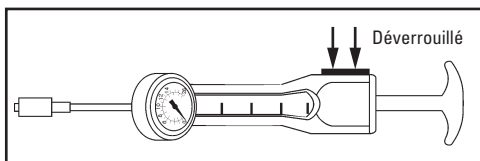

Figure 1
1. Tenir le dispositif dans une main et actionner le tenon de verrouillage pour déverrouiller ou dégager le piston fileté (**Figure 1**).